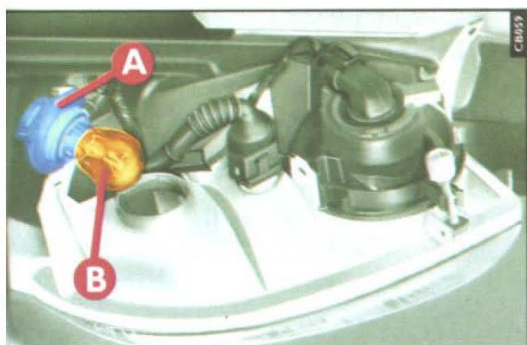

fig. 13
- 1) girar o porta-lâmpada **A**-fig. 13 de um quarto de volta e retirá-lo;